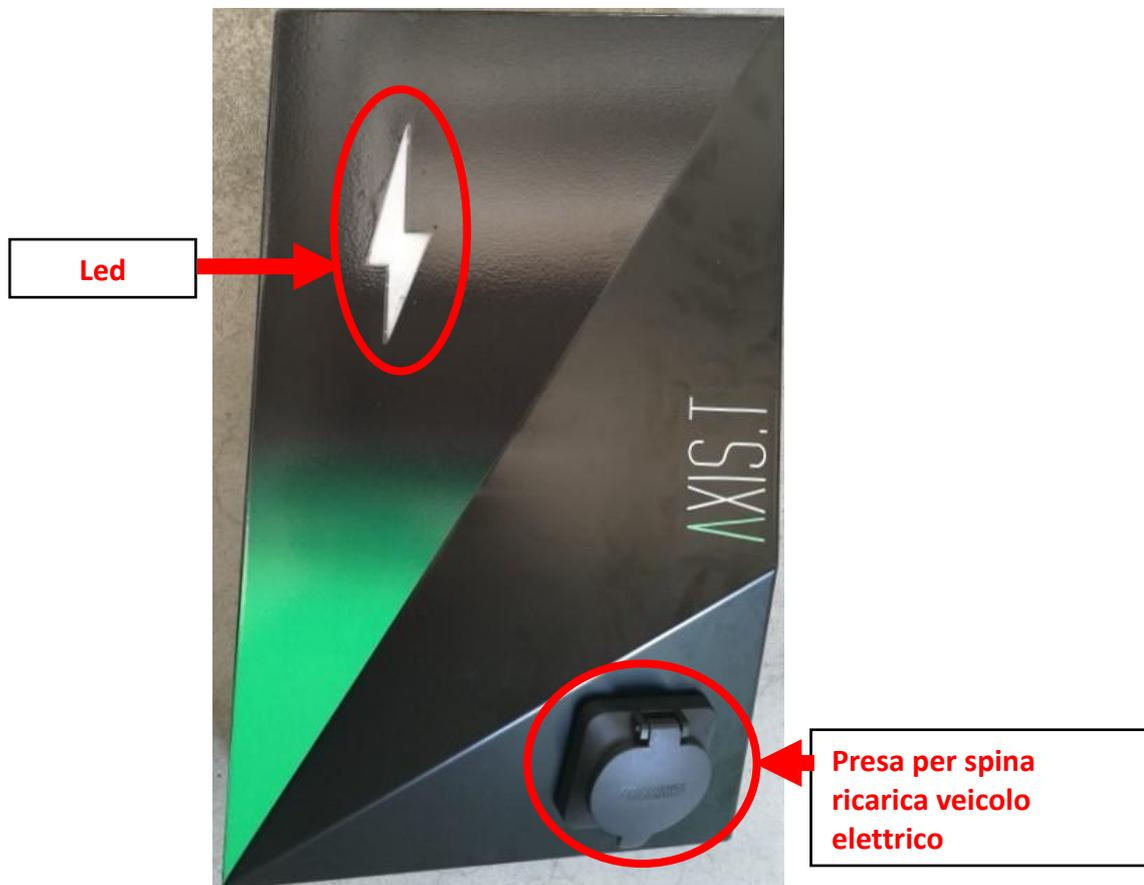

Figura 50 - Sistema di ricarica AXIS.T_LxP con presa
- presa per la spina di ricarica del veicolo elettrico (Figura 50);